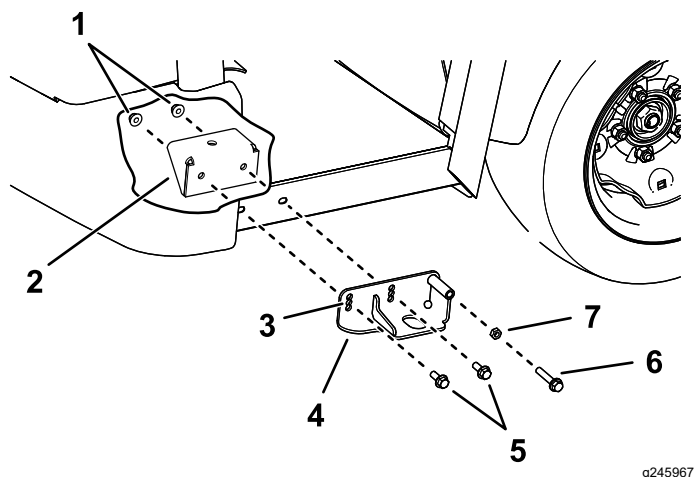

Figura 26
3. Montate il gruppo del supporto sinistro e destro sulle staffe anteriori di montaggio della cabina servendovi di 2 bulloni flangiati a testa esagonale ($\frac{3}{8}$ " x 1") e 2 dadi flangiati ($\frac{3}{8}$ ") su ciascun lato (Figura 26).
4. Montate il bullone di regolazione ($\frac{3}{8}$ " x 2") e il dado esagonale ($\frac{3}{8}$ ") nel gruppo del supporto sinistro e destro su ciascun lato della macchina (Figura 26).
Servitevi del bullone di regolazione (**Figura 26**) per centrare la cabina.